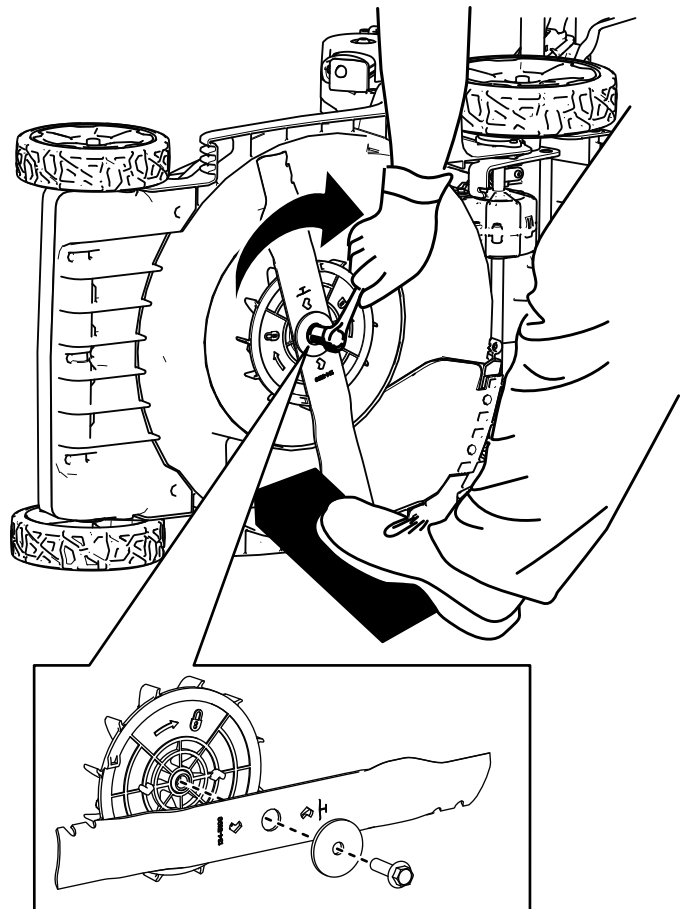

Bild 25
4. Installieren Sie das neue Messer, die Unterlegscheibe und die Messerschraube (Bild 25).